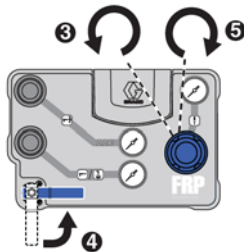

FIG. 18
6. Gire el regulador de presión de suministro de aire principal completamente en sentido contrahorario para aliviar presión y ajustar la presión en cero. Consulte FIG. 18.
7. Gire la válvula de bola de suministro de aire principal a la posición de abierta. Consulte FIG. 18.
8. Gire lentamente el regulador de presión de suministro de aire principal en sentido horario hasta que la bomba comience a moverse y efectúe por si misma el cambio de sentido. No sobrepase nunca los 20 psi (0,14 MPa; 1,4 bar). Consulte FIG. 18.